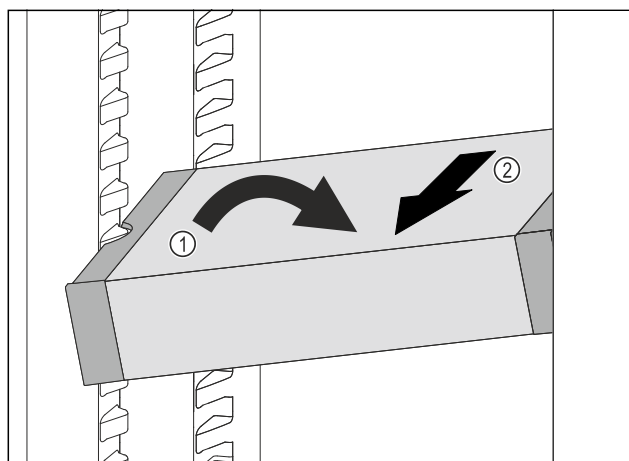

Fig. 106
- Наклонете VarioSafe в хладилната част. Fig. 106 (1)
- Извадете VarioSafe напред. Fig. 106 (2)